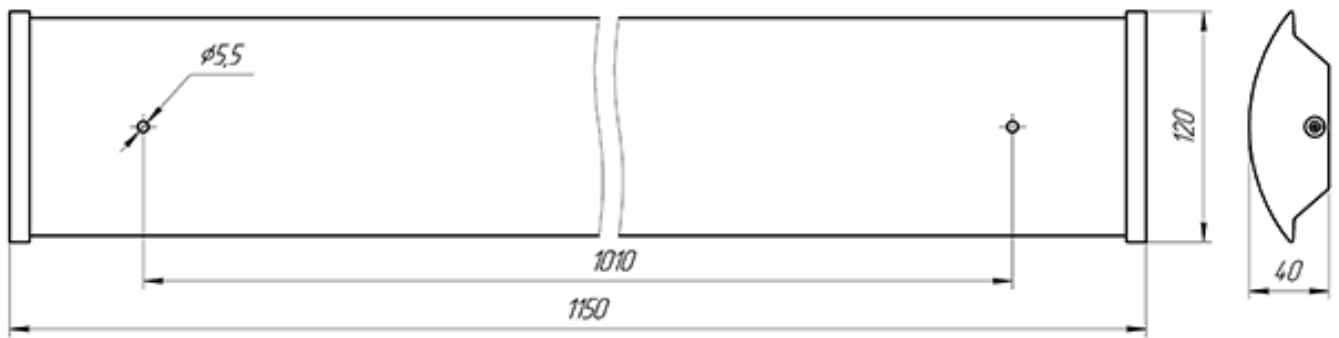

Рисунок 1. Габаритный чертеж Ecomex Office 1200 AN
5.2.1. Для установки светильника необходимо отсоединить торцевую крышку и аккуратно снять рассеиватель. Надежно закрепить на ровной поверхности корпус светильника при помощи креплений (не входят в комплект поставки), габариты для монтажа см. рисунок 1.